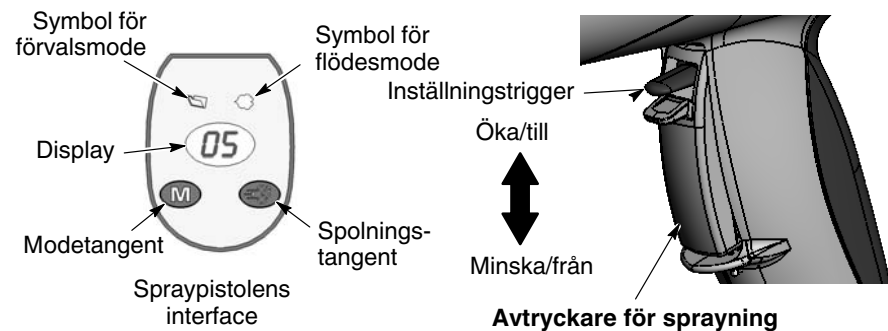

Bild 4-3 Pistolens inställningsorgan
1. Se bild 4-3. Släpp strypavtryckaren. Förval kan inte ändras när pistolen är aktiverad.
1. Se bild 4-3. Tryck på och håll inne **läges**-tangenter tills symbolen för **flödesläget** tänds.
1. Se bild 4-3. Rikta spraypistolen in i boxen och tryck in sprayningsavtryckaren.